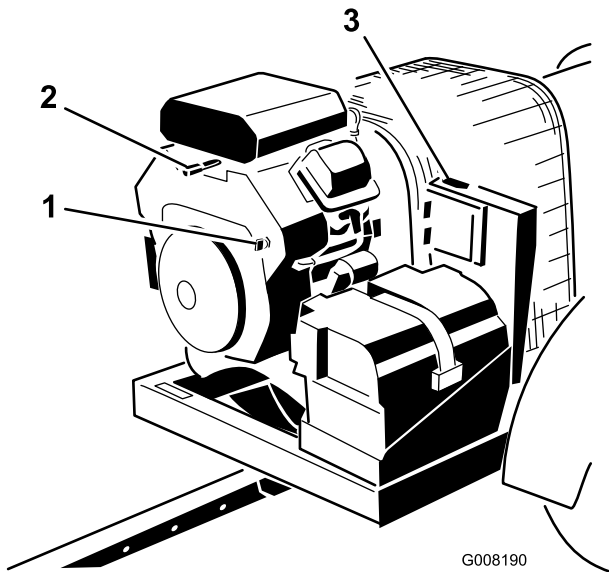

Figure 13
3. Tournez la clé de contact en position Démarrage puis relâchez-la pour qu'elle revienne rapidement en position Contact (Figure 13). Cela a pour effet de réveiller le récepteur.
- En quittant la machine, tournez la clé en position d'arrêt avant de l'enlever (Figure 13).